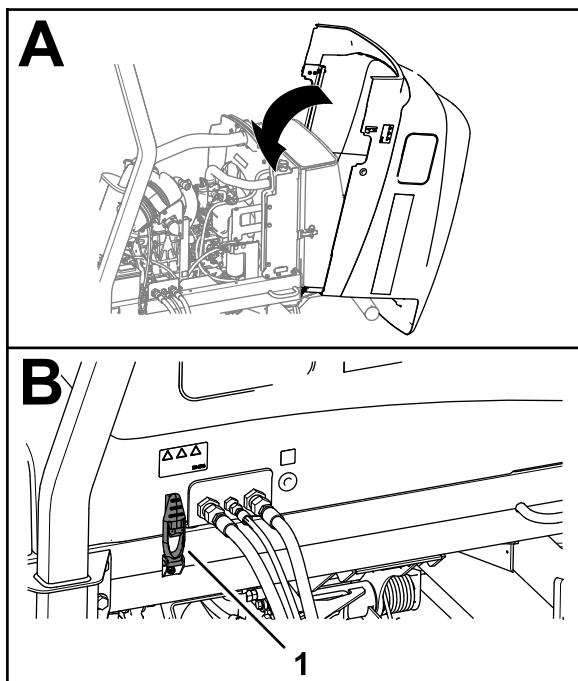

Figure 102
1. Refermez le capot avec précaution (Figure 102).